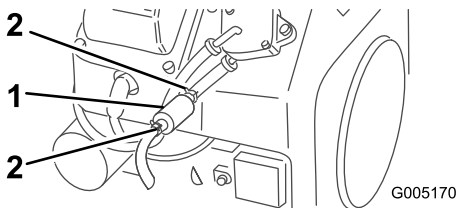

Figura 27
4. Apriete los extremos de las abrazaderas y deslícelas por el tubo alejándolas del filtro (Figura 27).
5. Coloque un recipiente debajo de los tubos de combustible para recoger cualquier fuga, luego retire el filtro de los tubos de combustible (Figura 27).